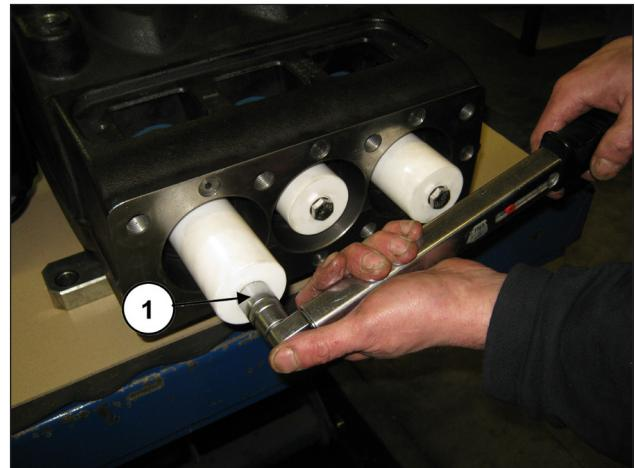

Abb. 152
Demontieren Sie die Kolben durch Abdrehen der Befestigungsschrauben (Pos. ①, Abb. 152).